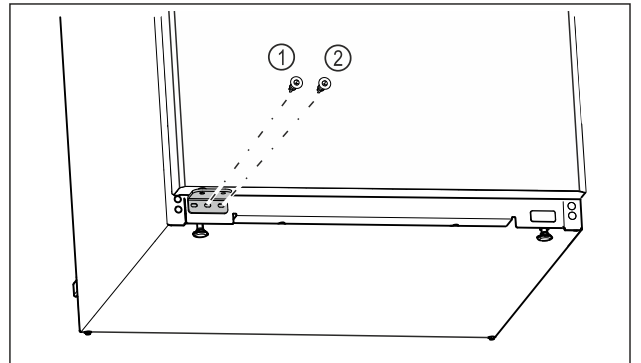

Fig. 21
- ▶ Shtrëngoni vidën e mesit të bazamentit mbështetës Fig. 21 (1) me kaçavidë Torx 20.
- ▶ Shtrëngoni vidën e brendshme të bazamentit mbështetës Fig. 21 (2) me kaçavidë Torx 20.